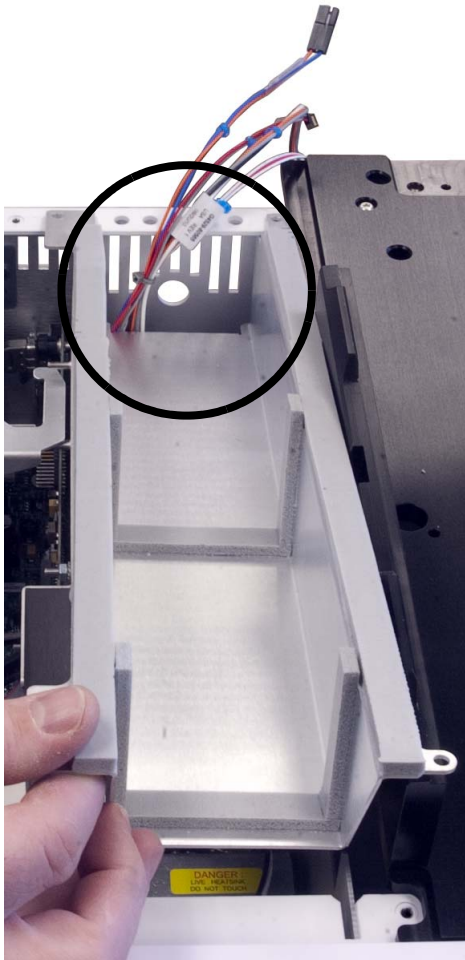

図 72 ペルチェ電源コントロールボードブラケットを取り付ける
- a ケーブルを、ペルチェ電源コントロールボードブラケット背面の開口部に通します (図 72)。